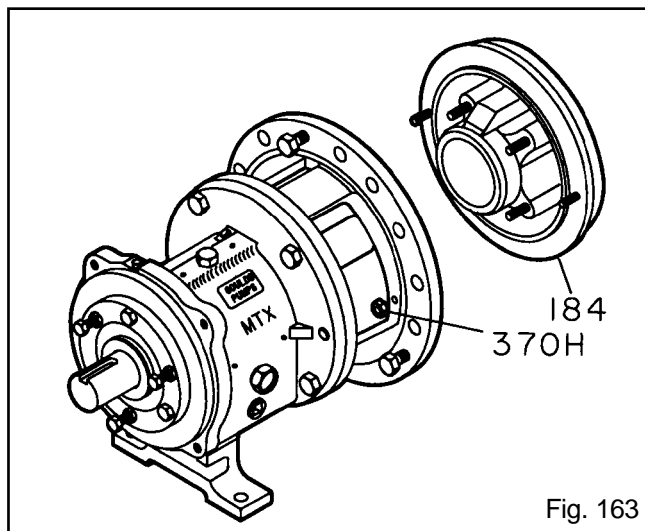

Fig. 163
13. Instale la cámara del sello o la placa trasera (184) con las tuercas hexagonales (370H). Asegúrese de que los pernos prisioneros del casquillo estén alineados con los agujeros en el casquillo (Fig. 163).